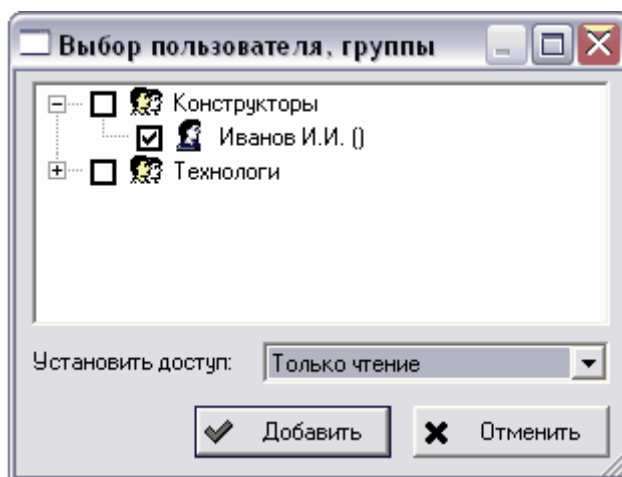

Рис. 19
2. В появившемся окне укажите пользователя или группу пользователей (Рис. 19).